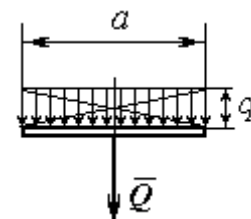

Рис. 1.22. Нагрузка, равномерно распределённая по прямой
**Распределённая нагрузка.** Силы, приложенные непрерывно вдоль некоторой поверхности, называются **распределёнными**. Распределённая нагрузка характеризуется интенсивностью  $q$ . Интенсивность нагрузки, равномерно распределённой вдоль прямой, измеряется в Н/м. На рис. 1.22 приведена плоская система сил, равномерно распределённых вдоль прямой. Равнодействующая  $\vec{Q}$  сил, равномерно распределённых вдоль прямой, приложена в середине отрезка действия распределённой нагрузки и по модулю равна про-